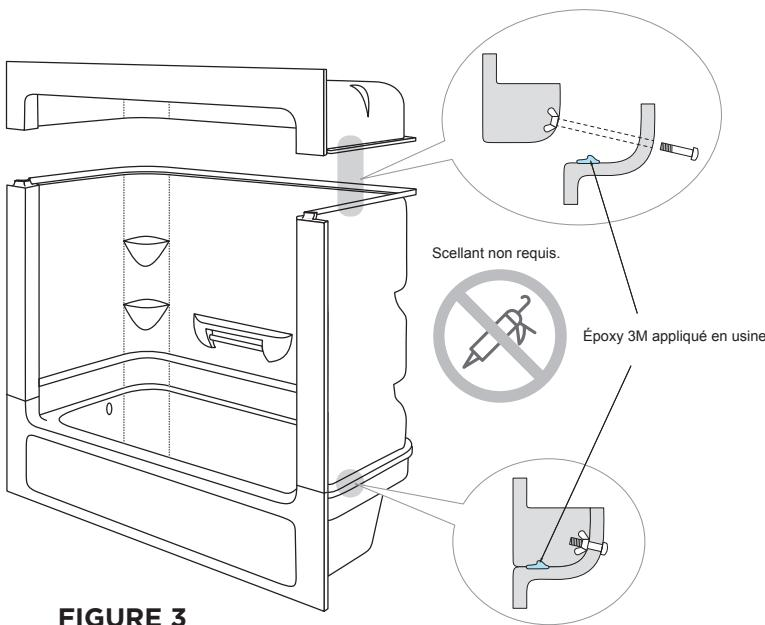

**FIGURE 2A**
Tableau 1 - Les données techniques (p. 4) sont pour les ouvertures encadrées, pas celles de l'unité. L'unité de salle de bain doit s'insérer dans un mur d'alcôve encadré, comme illustré dans **Figure 2A et 2B**. Les dimensions intérieures de l'alcôve cloutée doivent être telles que spécifiées dans tableau 1 - Données techniques.
- Construisez un cadre solide en utilisant les dimensions indiquées dans **tableau 1 - Données techniques**. (voir p. 4). (**Figure 2A et 2B**)